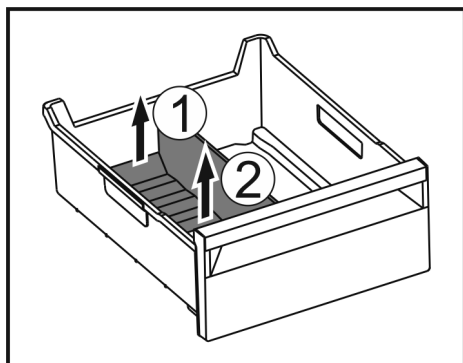

Fig. 151
- ▶ Podignite stražnji dio pregrade ladice za led. Fig. 151 (1)
- ▶ Izvadite pregradu ladice za led prema gore. Fig. 151 (2)